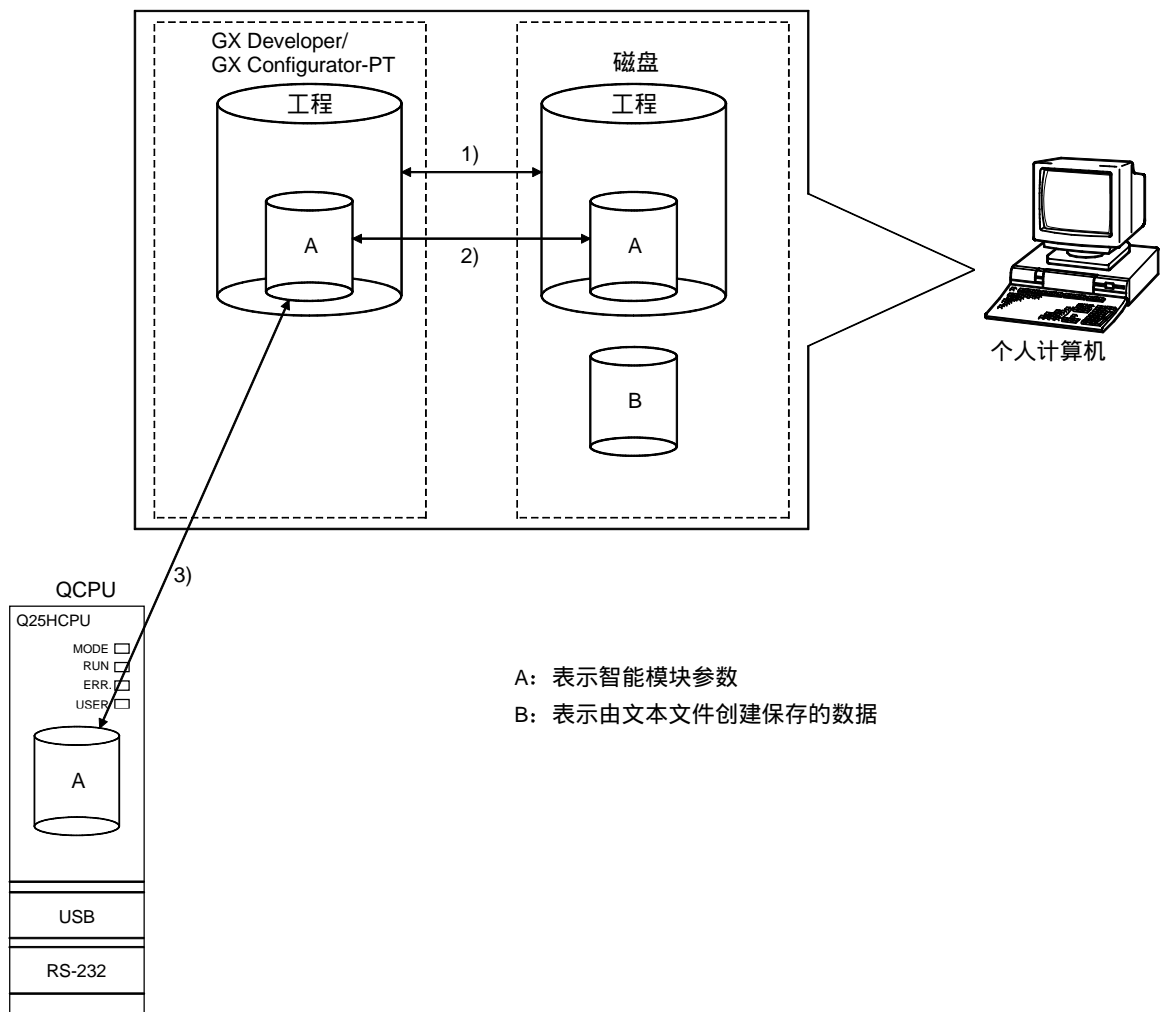

图 6.1 使用实用程序包创建的数据的相互关系图
GX Developer 操作也使用如下所示的使用实用程序包创建的数据和文件。图 6.1 表示哪种运行使用哪种数据或文件。
- (b) 图 6.1 中所示的步骤 1) 至 3) 是用下列操作进行的。